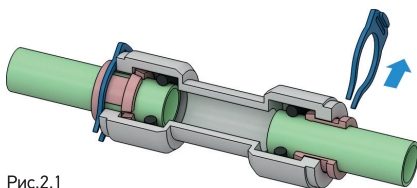

Рис.2.1
1. Снимите фиксирующую клипсу с фитинга (рис. 2.1).